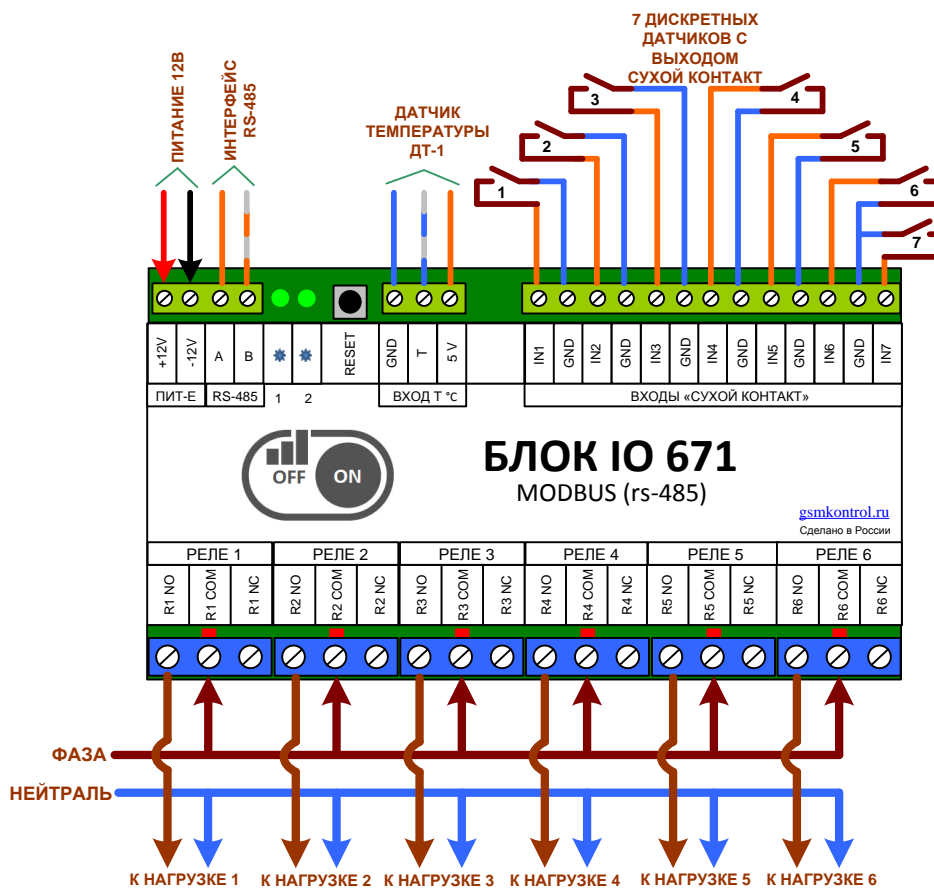

Рис.1 Схема подключения БЛОК ИО 671
1. Сделайте необходимые подключения согласно рис.1. Для удобства использования, схема подключения представлена на крышке контроллера.
На рис.1 представлена схема подключения для комплектации «БЛОК Ю 671». Для остальных комплектаций подключение аналогично.